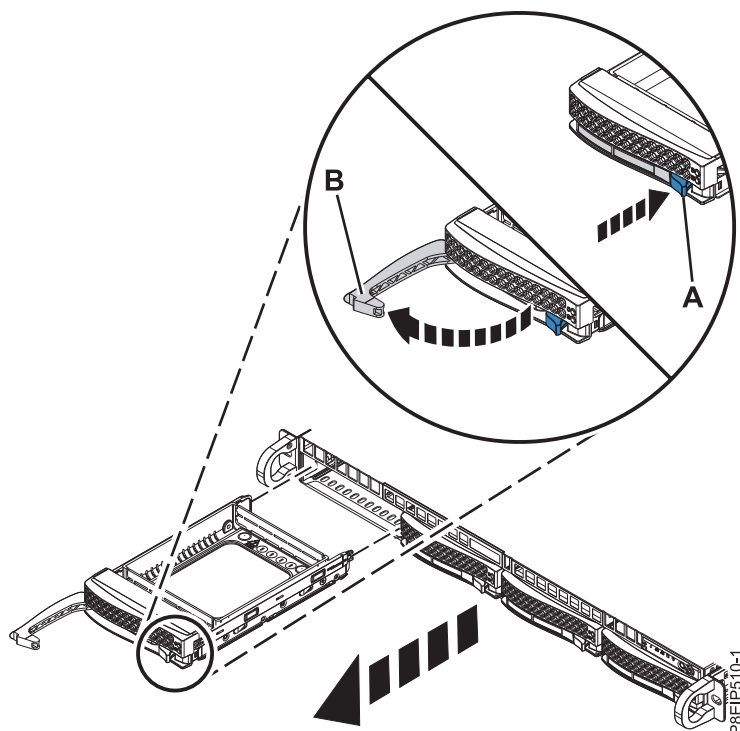

図 9. ドライブの取り外し
2. ハンドル・リリース (A) を押し込んで、ドライブ・ベイ・ハンドル (B) をアンロックします (図 9 を参照)。ハンドル (B) が音を立てて手前に開きます。ハンドルが完全に開いていないと、ドライブをシステムから取り出すことができません。